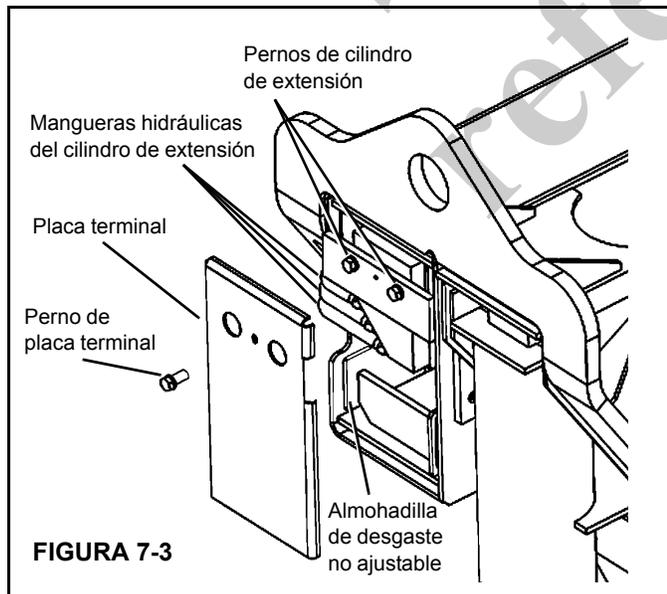

FIGURA 7-3
6. Las versiones recientes de la caja de estabilizador tienen una placa terminal retirable (Figura 7-3) que permite acceso al cilindro de extensión. Retire la placa de extremo.
Revise la almohadilla de desgaste lateral no ajustable en la caja de estabilizador (Figura 7-3). Deberá haber una separación de 0.06 pulg (1.5 mm) entre la caja de estabilizador y la almohadilla de desgaste. Para corregir la separación, añada o retire suplementos en la almohadilla de desgaste.